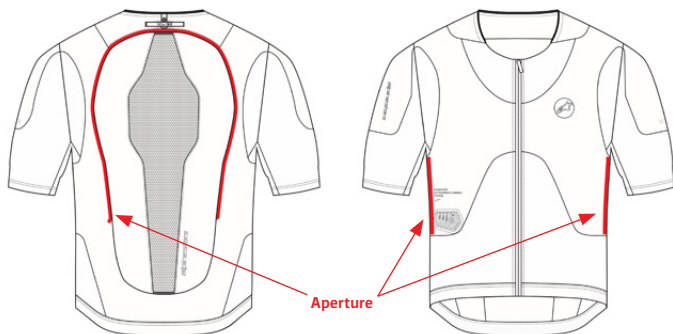

Figura 24: Aperture dello strato base (1)
2. **Staccare la protezione posteriore (4)** – Staccare la chiusura a strappo sulla parte superiore della protezione posteriore (4) e separare la protezione posteriore (4) dallo strato base (1).
3. **Staccare l'airbag (11)** - Tramite l'apertura posteriore, procedere a staccare tutti i 12 passanti di collegamento che collegano l'airbag (11) allo strato base (1) nella parte posteriore del sistema e nell'area delle maniche. Per accedere ai passanti di collegamento sulla parte anteriore del sistema utilizzare le due aperture presenti sui lati all'interno dell'indumento che sono posizionate sui lati del sistema direttamente sotto l'area delle ascelle, come mostrato nella Figura 24. Procedere alla completa rimozione dell'airbag (11) dallo strato base (1).